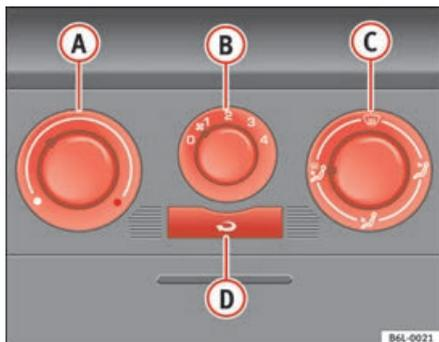

Fig. 92 Sulla plancia portastrumenti: i comandi del riscaldamento
- Ruotare verso sinistra la manopola di regolazione della temperatura ⇒ fig. 92 **A**.
- Ruotare verso destra la manopola di regolazione della temperatura ⇒ fig. 92 **A** portandola sul livello desiderato.
- Ruotare verso destra la manopola di regolazione della temperatura ⇒ fig. 92 **A** portandola sul livello di riscaldamento massimo.
- Chiudere la bocchetta ③.
- Aprire e orientare la bocchetta ④ verso i finestrini laterali.
- Girare la manopola della temperatura ⇒ pag. 125, fig. 92 ① portandola nel settore del riscaldamento.
- Ruotare la manopola di regolazione della ventola ② posizionandola sul livello 2 o 3.
- Chiudere le bocchette ③.
- Aprire e orientare le bocchette ④ verso i finestrini laterali.